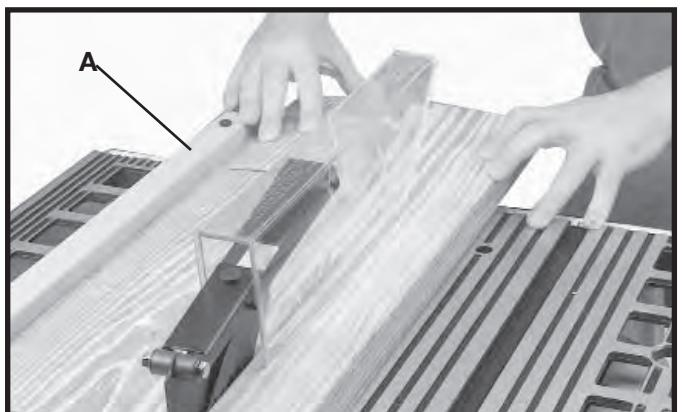

Fig. 40
El corte longitudinal se realiza a lo largo de una tabla. La guía de corte (A), Fig. 40, se utiliza para guiar y ubicar la pieza de trabajo en la posición correcta. Un borde del trabajo corre contra la guía de corte mientras que el lado plano de la tabla descansa sobre la mesa. Debido a que el trabajo es empujado a lo largo de la guía, debe tener un borde recto y un contacto firme con la mesa. Se debe usar la guarda de la hoja de la sierra. La guarda tiene dedos de antiretroceso para prevenir el retroceso y un separador para evitar que el corte de la madera se cierre y atasque la hoja.
1. Encienda el motor y haga avanzar el trabajo, sosteniéndolo hacia abajo y contra la guía. **Nunca** se pare en la línea de corte de la sierra mientras realiza el corte longitudinal. Sostenga el trabajo con ambas manos y empújelo a lo largo de la guía y hacia la hoja de la sierra (Fig. 40). Luego puede introducirlo en la hoja de la sierra con una o ambas manos. Despues de que el trabajo pasó la hoja de la sierra y los dedos de antiretroceso, retire la mano. Una vez terminado esto, el trabajo quedará en la mesa, apenas inclinado y prensado por el extremo de la guía posterior, o se deslizará de la mesa al piso. Alternativamente, la alimentación puede continuar hasta el final de la mesa y después de eso, se levanta el trabajo y se lo lleva junto al borde externo de la guía. El material cortado permanece en la mesa y no debe tocarse hasta que se haya detenido la hoja de la sierra, a menos que la pieza sea grande y permita una remoción sin peligro. Cuando se cortan longitudinalmente tablas de más de 9,14 m (3 pies) de largo, utilice un apoyo para el trabajo en la parte posterior de la sierra para que la pieza no se caiga de la mesa de la sierra.